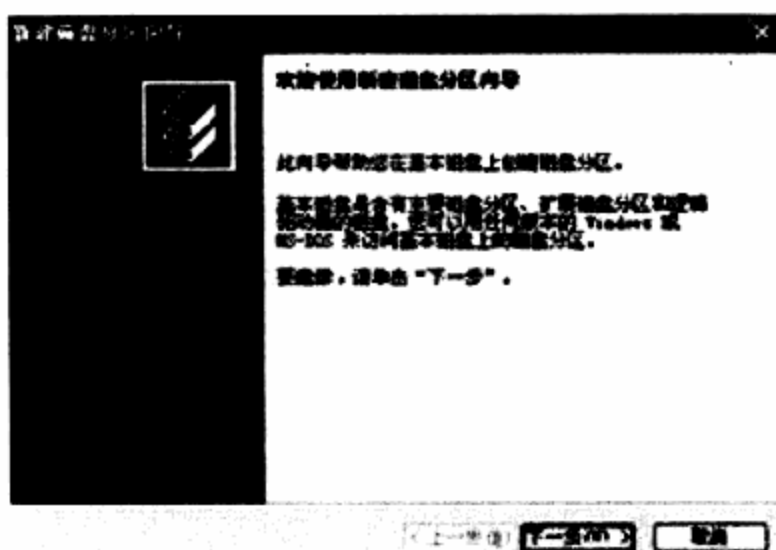

图4-67 新建磁盘分区向导
**步骤 16** 打开“新建磁盘分区向导”对话框，单击“下一步”按钮，如图4-67所示。